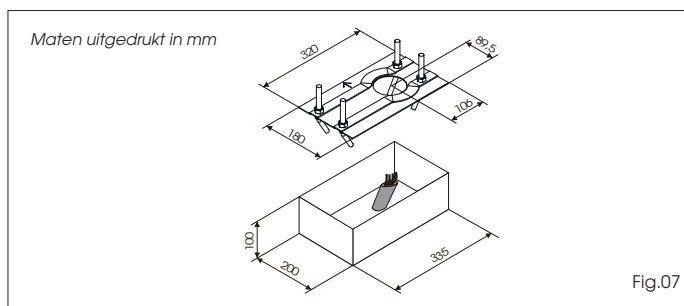

Fig.07
3) Nadat de positie van de funderingsplaat bepaald is, moet een sokkel worden gemaakt zoals op Fig.07 en moet de plaat worden ingemetseld, waarbij meerdere hulzen moeten worden aangebracht om de kabels door te leiden. Controleer met een waterpas of de plaat perfect horizontaal is. Wacht tot het cement gedroogd is.